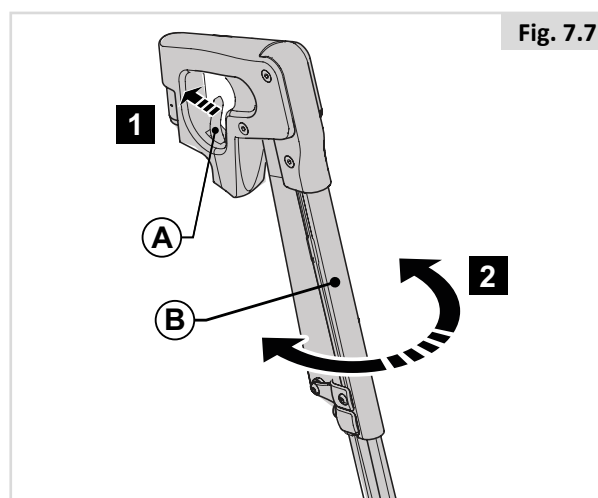

Fig. 7.7
7.6 Schwenkbare Fußrasten (Fig. 7.7)